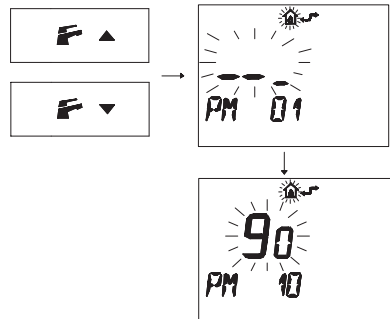

Figura 5.67
- Premere i pulsanti  o  per visualizzare la programmazione "PM10" selezione della frequenza di accensione (Figura 5.67).
Nella Figura 5.67 si visualizza un SET programmato di 90 corrispondente ad un tempo di riaccensione di 3 minuti circa.